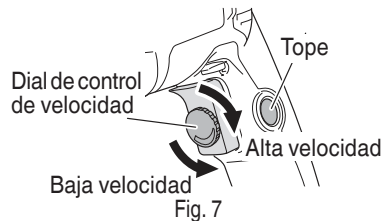

Fig. 7
- Es posible seleccionar previamente la velocidad de rotación deseada con el dial de control de velocidad. Gire el dial de control de velocidad en el sentido a las agujas del reloj para aumentar la velocidad, y en sentido contrario para disminuirla. (Fig. 7).